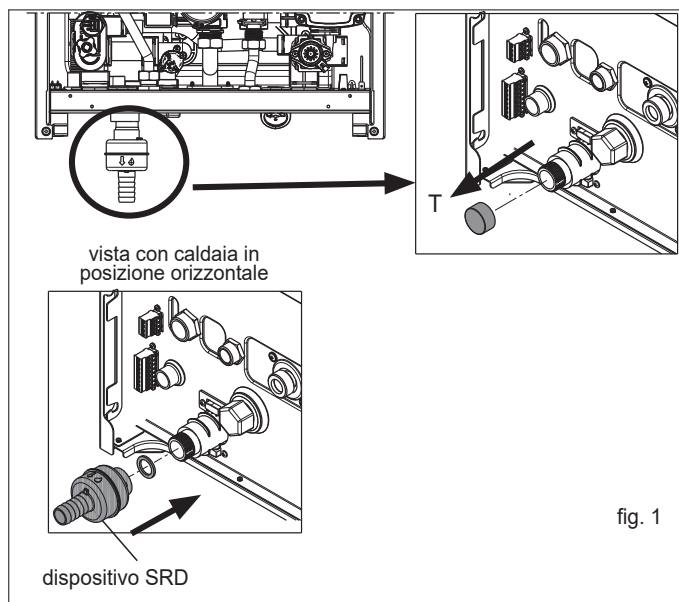

fig. 1
- rimuovere il tappo (T) dal sifone
- fissare il dispositivo SRD al sifone (fig. 1), interponendo la guarnizione, avvitandola a fondo e verificandone la tenuta